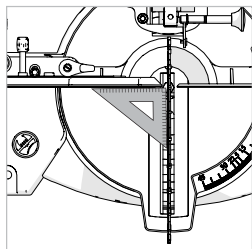

Fig. 13
- Placez l'équerre de réglage sur la table avec le côté court contre le guide et l'autre côté court contre la lame (évitant les plaquettes en carbure de tungstène). **(Fig. 13)**